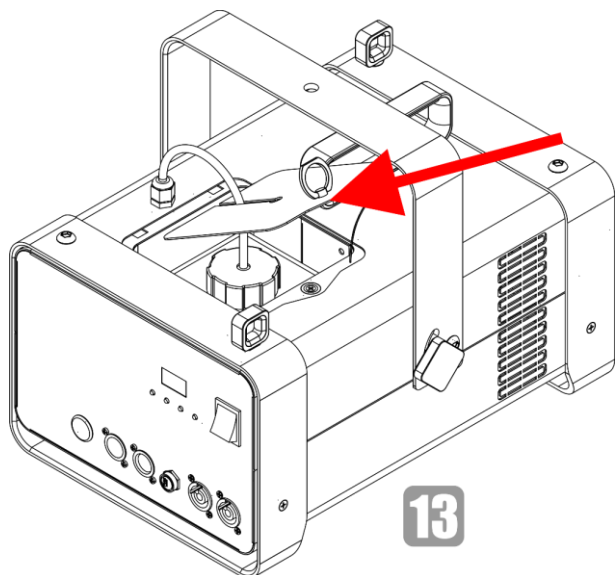

Fig. 31
- 13) Rimettere il coperchio sul dispositivo, come mostrato nella Fig. 31.